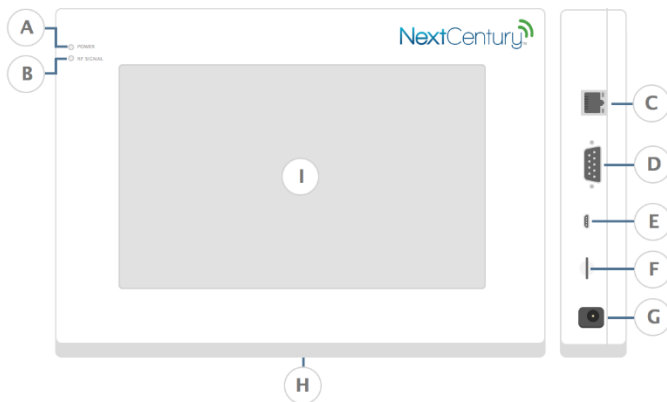
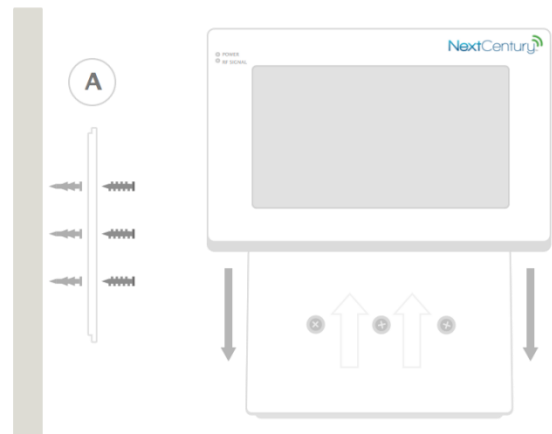

Figure 1 GW-201 Hardware
Figure 2 Montage du Gateway:
Chaque passerelle est livrée avec une plaque de montage et peut être installé en utilisant les vis de montage et ancrages pour fixer la plaque de montage (Figure 1 -H) à la paroi.
Remarque: Pour maintenir la stabilité, au moins deux vis et des chevilles doit être utilisé sur la plaque de montage (Figure 1 -H). La Passerelle doit être fixée au mur à l'aide des vis et d'ancres de montage (Figure 2 -A), et ne doit pas être monté seulement avec la bande adhésive de 3M.
- Lorsque la passerelle est branché, l'indicateur d'alimentation (figure 1 -A) sera vert solide indiquant que le périphérique est sous tension, mais pas connecté avec
- NextCentury Cloud. Si L'indicateur d'alimentation est bleu solide (Figure 1 -A) signifie que le dispositif est sous tension et est connecté à l' NextCentury Cloud. Le témoin d'alimentation devient rouge si une perte de puissance se produit. Si le Gateway est en cours de réinitialisation l'indicateur d'alimentation (Figure 1 -A) clignote en rouge. Si l'indicateur d'alimentation clignote bleu, (Figure 1 -A) la programmation de la propriété est en cours d'exécution à partir du site
- Lorsque la passerelle est en train d'envoyer ou recevoir des messages à partir d'un câble tiers, l'indicateur RF (figure 1 - B) clignote brièvement rouge. Lorsque l'indicateur indique que la passerelle est en train d'envoyer ou recevoir des messages depuis et vers un répéteur RE-201 ou d'une TR- 201 Émetteur-récepteur, l'indicateur RF (figure 1 - B) clignote brièvement en vert.